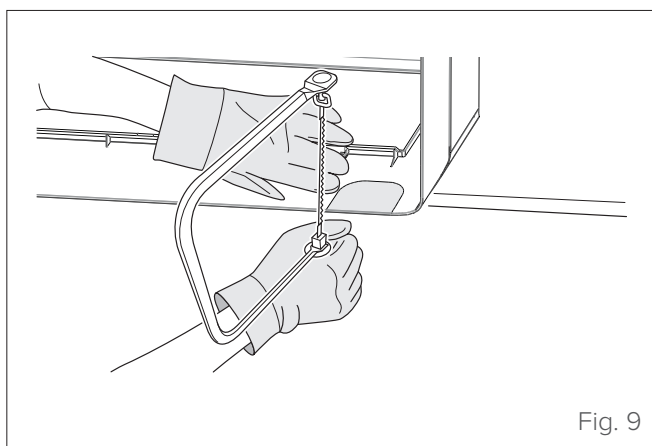

Fig. 9
- 2 Si le trou mural se trouve derrière l'unité, il faut laisser le panneau prédécoupé en place. Si le trou mural se trouve sur le côté de l'unité interne, il faut retirer le panneau en plastique prédécoupé du côté de l'unité à l'aide d'une scie à découper (voir « Fig. 9 »).